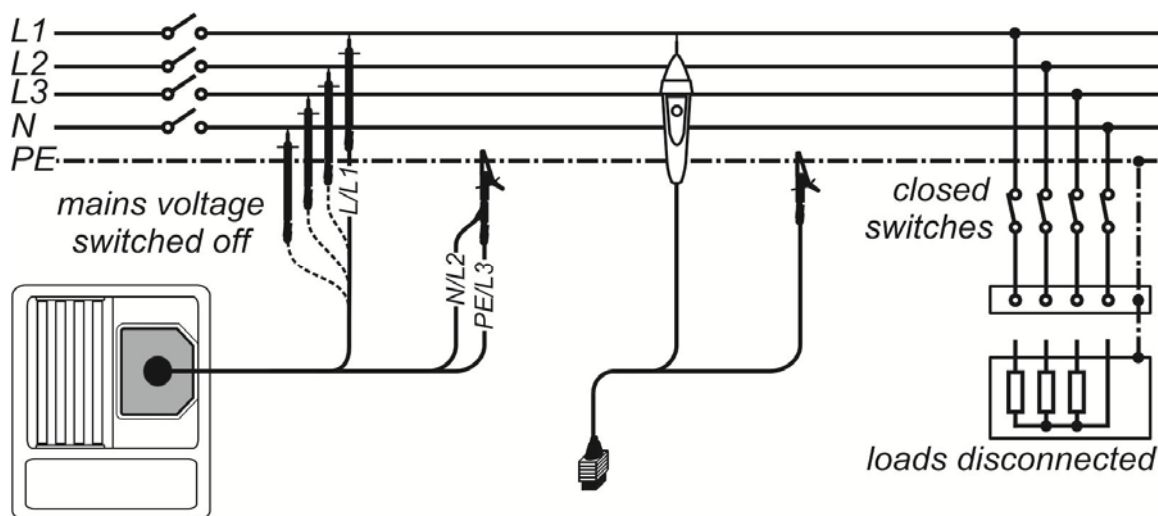

Abbildung 5.6: Anschluss der Dreileiter-Prüfleitung und der Commander-Prüfspitze
- ❑ **Schließen** Sie das Prüfkabel an Gerät und Prüfling **an** (siehe Abbildung 5.6).